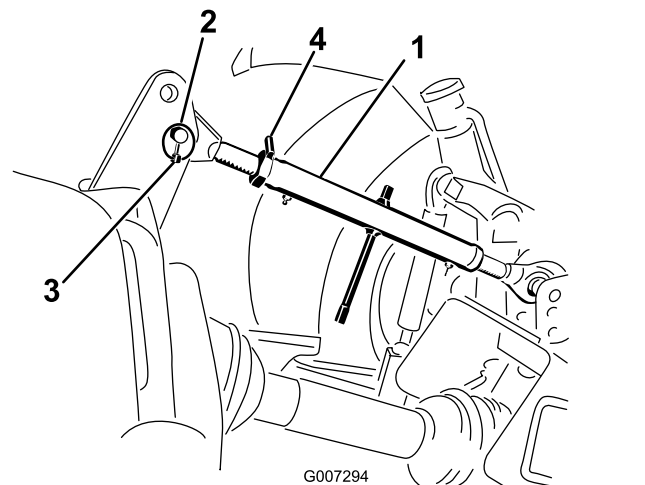

図8
- ブラケットの下穴に上リンクを接続して、リンクピンとリンチピンで固定する 図8。
- 上リンクを回してリンクを締める。エアレータのフレームの前面が水平線に対して90度になるように調整する 図8。